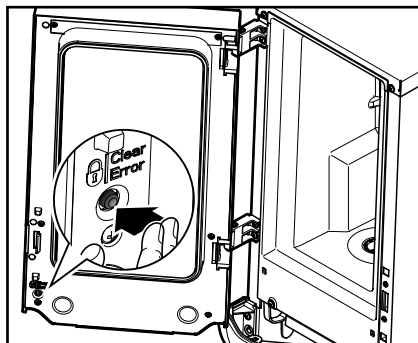

图 22
2. 按压 LOCK/CLEAR-ERROR 键（锁定/清除），以锁闭饮料输出。（图 22）